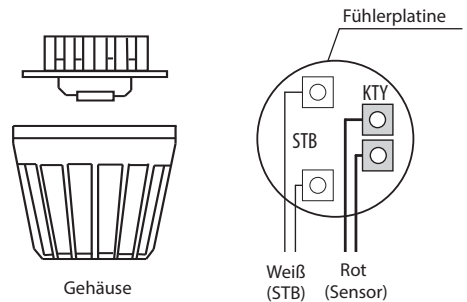

Abb. 10
- Föhren Sie die Föhlerkabel durch das gebohrte Loch und schließen Sie die Föhlerleitung gemäß Abb. 10 an.
- Die Leitungen für den Begrenzer (weiß) und den Temperaturföhler (rot) gemäß Abb. 10 an der Föhlerplatine anklebmen: Die Föhlerplatine anschließend in das Gehäuse einrasten.